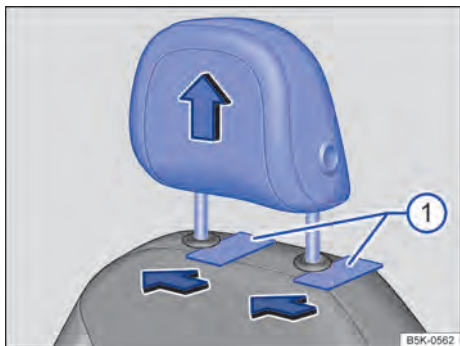
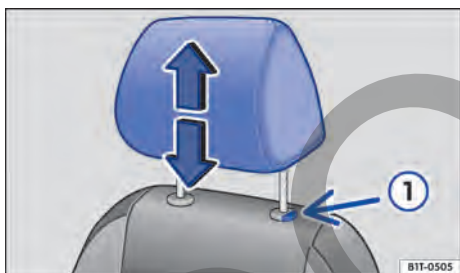

Fig. 66 En el asiento delantero: desmontar el apoyacabezas (variante 1).
Fig. 67 En el asiento delantero: desmontar el apoyacabezas (variante 2).
2. *Variante 1:* Introduzca unos objetos planos, como unas tarjetas de plástico, entre el tapizado del respaldo del asiento y las tapas de las barras del apoyacabezas → Fig. 66 . Extraiga el apoyacabezas por completo.
Variante 2: Extraiga el apoyacabezas por completo a la vez que presiona la tecla → Fig. 67 .
2. Baje el apoyacabezas a la vez que presiona la tecla → Fig. 66  o → Fig. 67 .